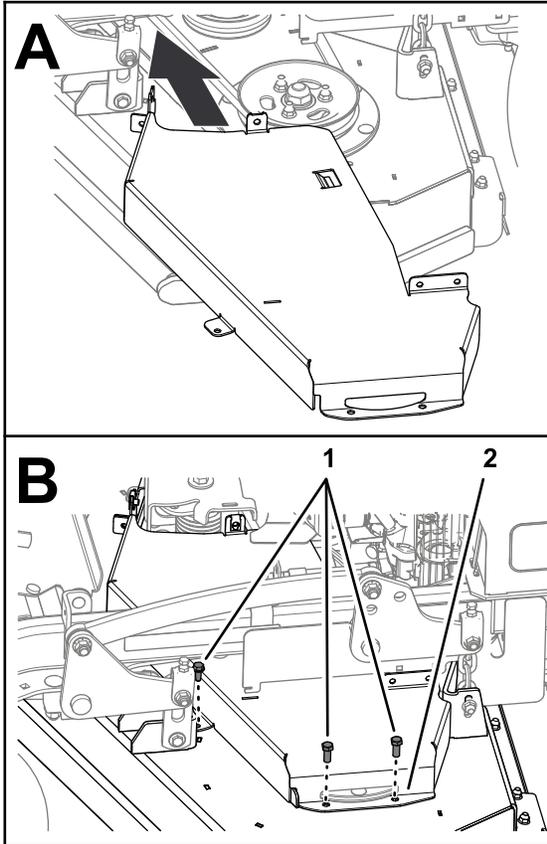

Рисунок 42
1. Подсоедините левую крышку ремня к деке (Рисунок 42) при помощи 3 болтов, снятых при выполнении действий, описанных в разделе Снятие левой крышки ремня \(страница 30\).